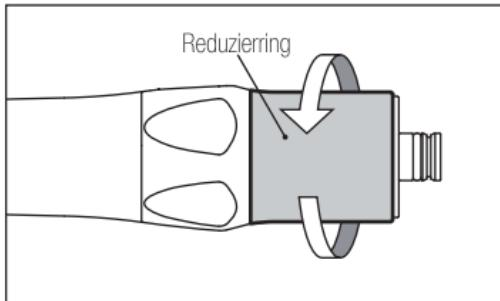

Abb. 10
- 1) Lösen und entfernen Sie den Reduzierring hinten am Handstück, (Abb.10)